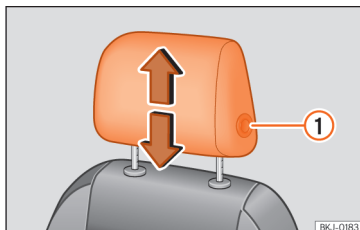
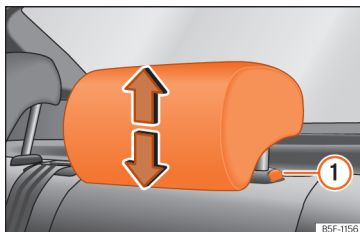

Abb. 120 Vordersitz: Kopfstützeinstellung.
Abb. 121 Kopfstützen hinten: Kopfstützeinstellung.
- Schieben Sie die Kopfstützen in die entsprechende Pfeilrichtung nach unten oder oben. Um die vorderen Kopfstützen nach oben oder nach unten zu schieben, muss die Taste **» Abb. 120 ①** gedrückt werden; bei den hinteren Kopfstützen muss die Taste **» Abb. 121 ①** nur zum Absenken gedrückt werden **» ⚠ in Einleitung zum Thema auf Seite 134.**
- Seitliche Taste drücken » Abb. 120 ① und Kopfstütze herausziehen.